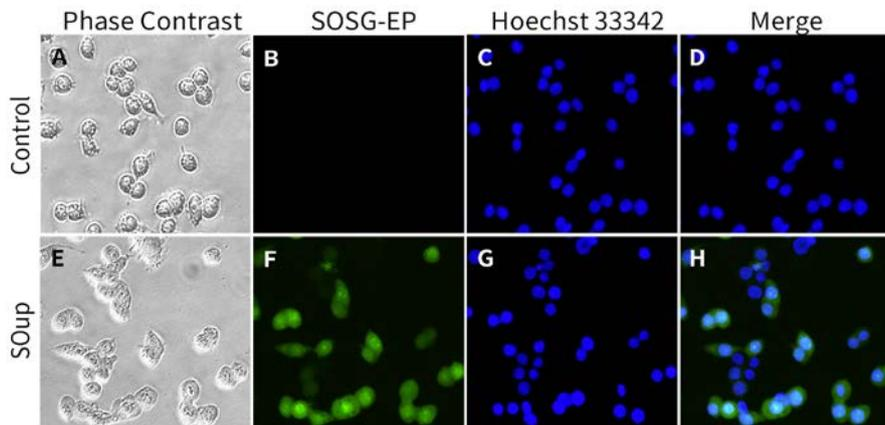

图2. 碧云天单线态氧检测试剂盒(SOSG) (S0068)检测RAW264.7 (小鼠单核巨噬细胞)细胞内单线态氧的效果图。正常的
- 本试剂盒组分齐全, 使用便捷。本试剂盒提供单线态氧阳性对照试剂SOup可短时诱导细胞单线态氧生成。同时, 本试剂盒提供Assay Buffer, 使用更便捷。本试剂盒也提供了Hoechst 33342染色液, 方便同时观察细胞核染色情况。使用本试剂盒检测RAW264.7细胞内单线态氧的效果参考图2和图3。